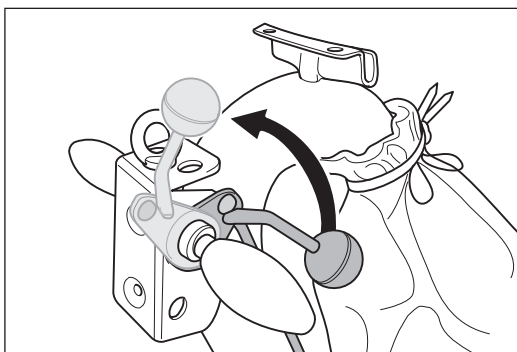

Abb. 66 Den Ablasshebel am Handgriff bis zum Anschlag nach oben ziehen. Dadurch wird die Schleifwalze vom Boden abgehoben.
Während der Überprüfung oder der Einstellung des Schleifbandlaufs muss die Schleifwalze unbedingt vom Boden abgehoben sein (Abb. 66)!
- 1 **Ziehen Sie den Ablasshebel am Handgriff bis zum Anschlag nach oben (Abb. 66)!**